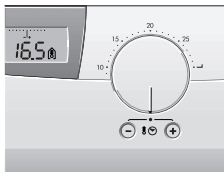

Figura 4-2
- Gire el selector de temperatura hacia abajo para que la barra apunte hacia abajo, (posición AUTO, véase figura 4-2).
Este programa se activa cuando el ajuste de temperatura está en AUTO (véase figura 4.2).